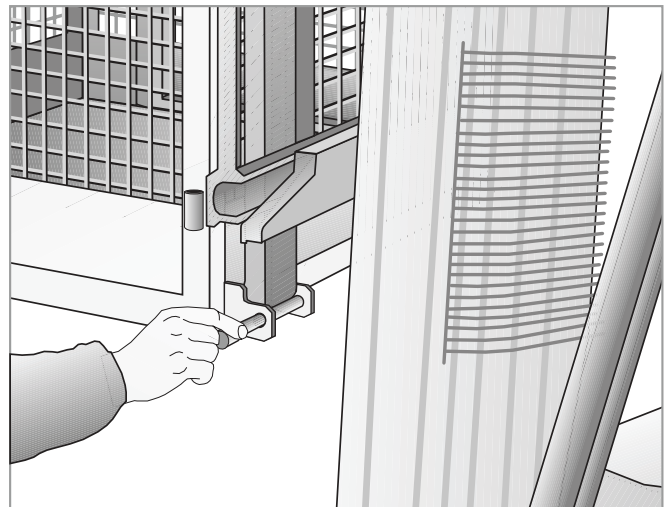

Bild 5.2.6
- Die Splintklammer anbringen (**Abb. 5.2.5**), um die endgültige Konfiguration gemäß **Abb. 5.2.6** zu gewährleisten.